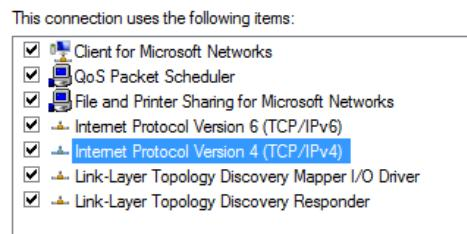

图 14 “本地连接属性”对话框 – Internet 协议版本 4
- e 在 **This connection uses the following items** (此连接使用下列项目) 下列出的项目中, 双击 **Internet Protocol Version 4 (TCP/IPv4)** (Internet 协议版本 4 (TCP/IPv4)) (图 14)。